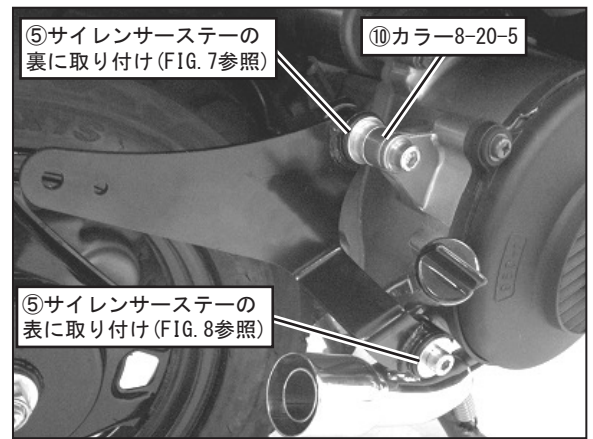

FIG. 6
6. ⑧キャップボルトM8×55全ネジ、⑬ボルト用サラバネM8を純正マフラー取り付け部（車両上側）に仮締めし、⑩カラー8-20-5、⑪平ワッシャーM8-26-1.6tを取り付けた後、車両内側から手順5にて純正ラバーを入れた⑤サイレンサースターを取り付け、⑭M8フランジナットにて仮締めをして下さい。（FIG. 6、7参照）